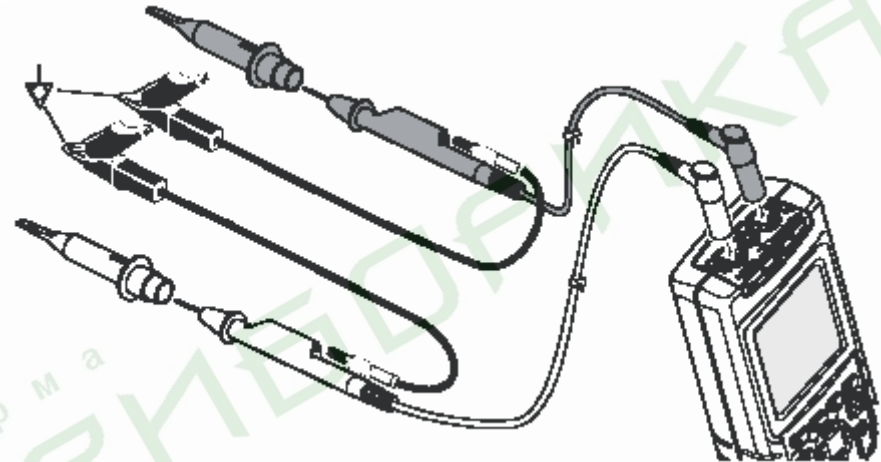

Рис. 3-2. Заземление при помощи замыкающего кабеля заземления
- при измерении сигналов постоянного или переменного тока, на входе А или входе В используйте заземляющие провода. (См. рис. 3-2.)